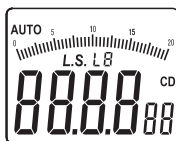

Figura 5-6-3
- Presione el botón “Lx/Fc/CD” para guardar la distancia y la pantalla LCD mostrará ahora la medición de la intensidad de luz medida (como se muestra en la figura 5-6-3).